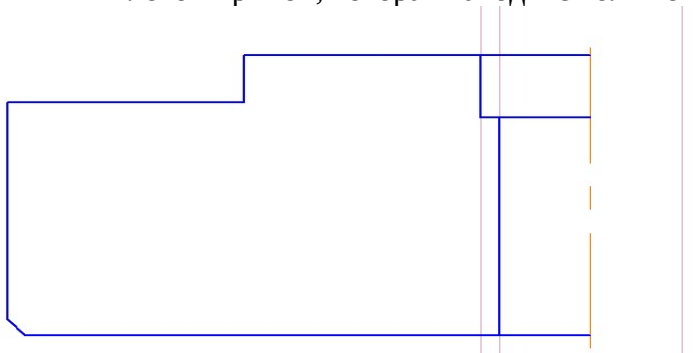

Рис. 8
- i.** Самостоятельно проведите отрезок 9 (проводите до оси 1), и отрезок 10 (по левой прямой, которая находится ближе к оси 1). Результат рис. 8.